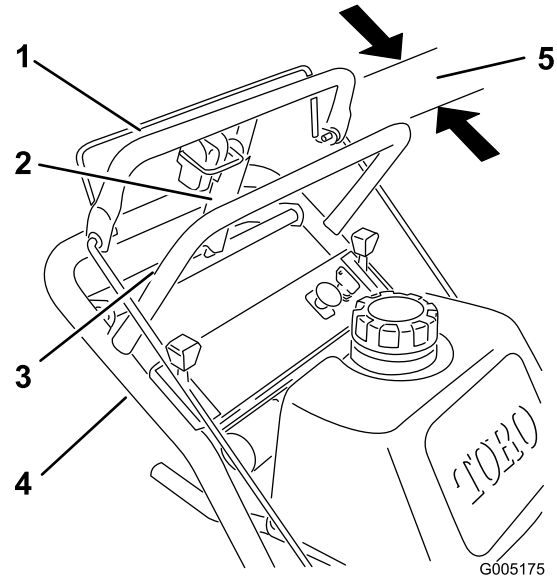

Bild 34
1. Prüfen Sie den Abstand zwischen dem oberen Schaltbügel und dem starren Bügel, während der Radantrieb voll eingekuppelt ist. Der Abstand sollte 25-32 mm betragen (Bild 34).